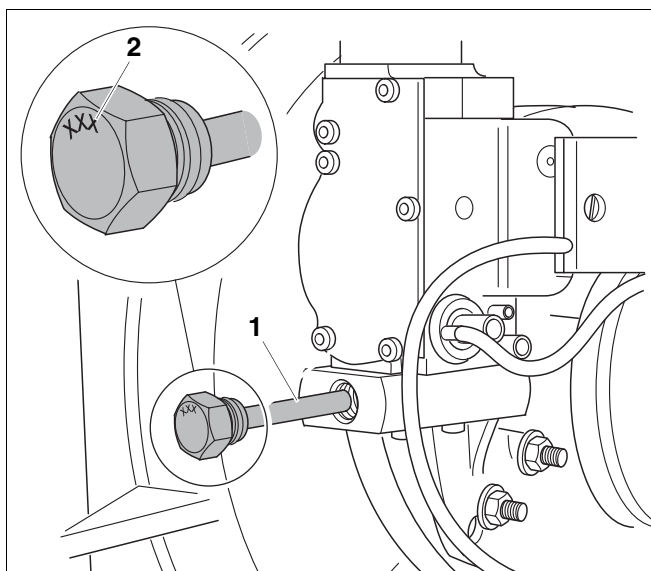

Fig. 12 Conversion au gaz naturel L, changement de l'injecteur
Le brûleur est préréglé en usine sur Gaz naturel H. Si l'appareil doit être converti Gaz naturel L, vous devez changer d'injecteur (voir fig. 12).
- Contrôlez le marquage des injecteurs (fig. 12, **pos. 2**) conformément au tab. 3.
- Démontez les injecteurs à l'aide d'une clé surplat 16 (fig. 12, **pos. 1**).